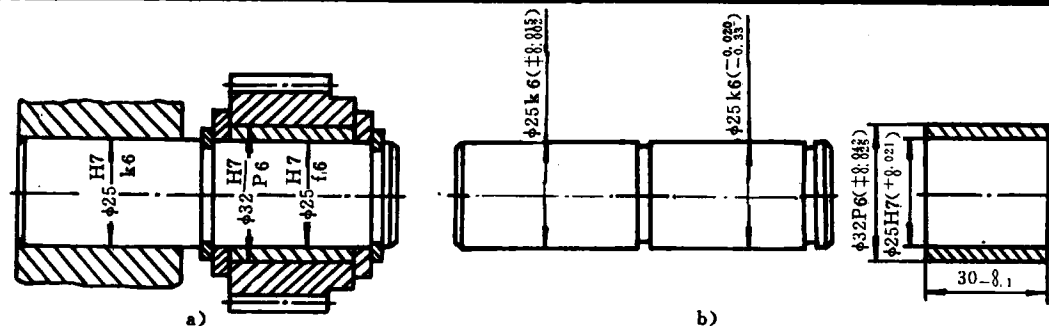

图 1-1 车床主轴箱中间轴装配图和零件图
1. 求图 1-1 中齿轮衬套内孔 $\phi 25H7(+0.021/0)$ 和图 1-1b 中间轴 $\phi 25f6(-0.020/-0.033)$ 轴径的极限尺寸？
2. 计算图 1-1 中，孔 $\phi 25H7(+0.021/0)$ 和 $\phi 25f6(\pm 0.033)$ 的公差值？
3. 计算图 1-1 所示齿轮衬套孔 $\phi 25H7(+0.021/0)$ 和中间轴 $\phi 25f6(\pm 0.033)$ 这对配合的极限间隙？
4. 计算图 1-1 所示，箱体孔 $\phi 25H7(+0.021/0)$ 和中间轴轴径 $\phi 25k6(\pm 0.015/\pm 0.002)$ 这对过渡配合的极限间隙？